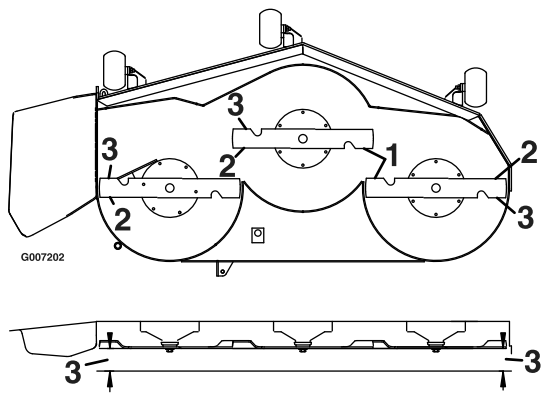

Figura 69
4. Meça entre as extremidades de corte exteriores e a superfície plana (Figura 69).